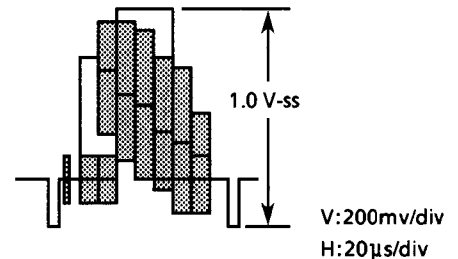

Abbildung 2-8.
2. Den Farbbalkensignal-Abschnitt des Abgleichbandes wiedergeben und R201 so einstellen, daß die Signalamplitude 1,0 Vs-s beträgt, wie in Abbildung 2-8 dargestellt.